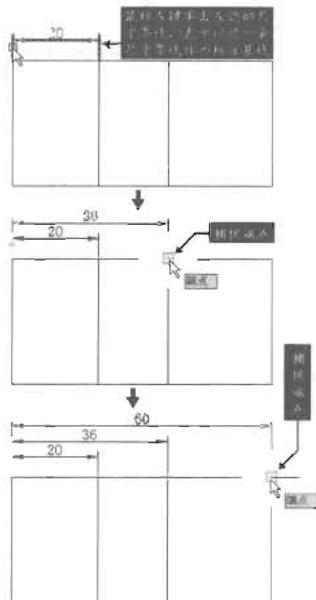

图 10-65
(2) 执行“标注>基线”菜单命令，然后根据命令提示进行基线标注，如图 10-65 所示，命令执行过程如下。